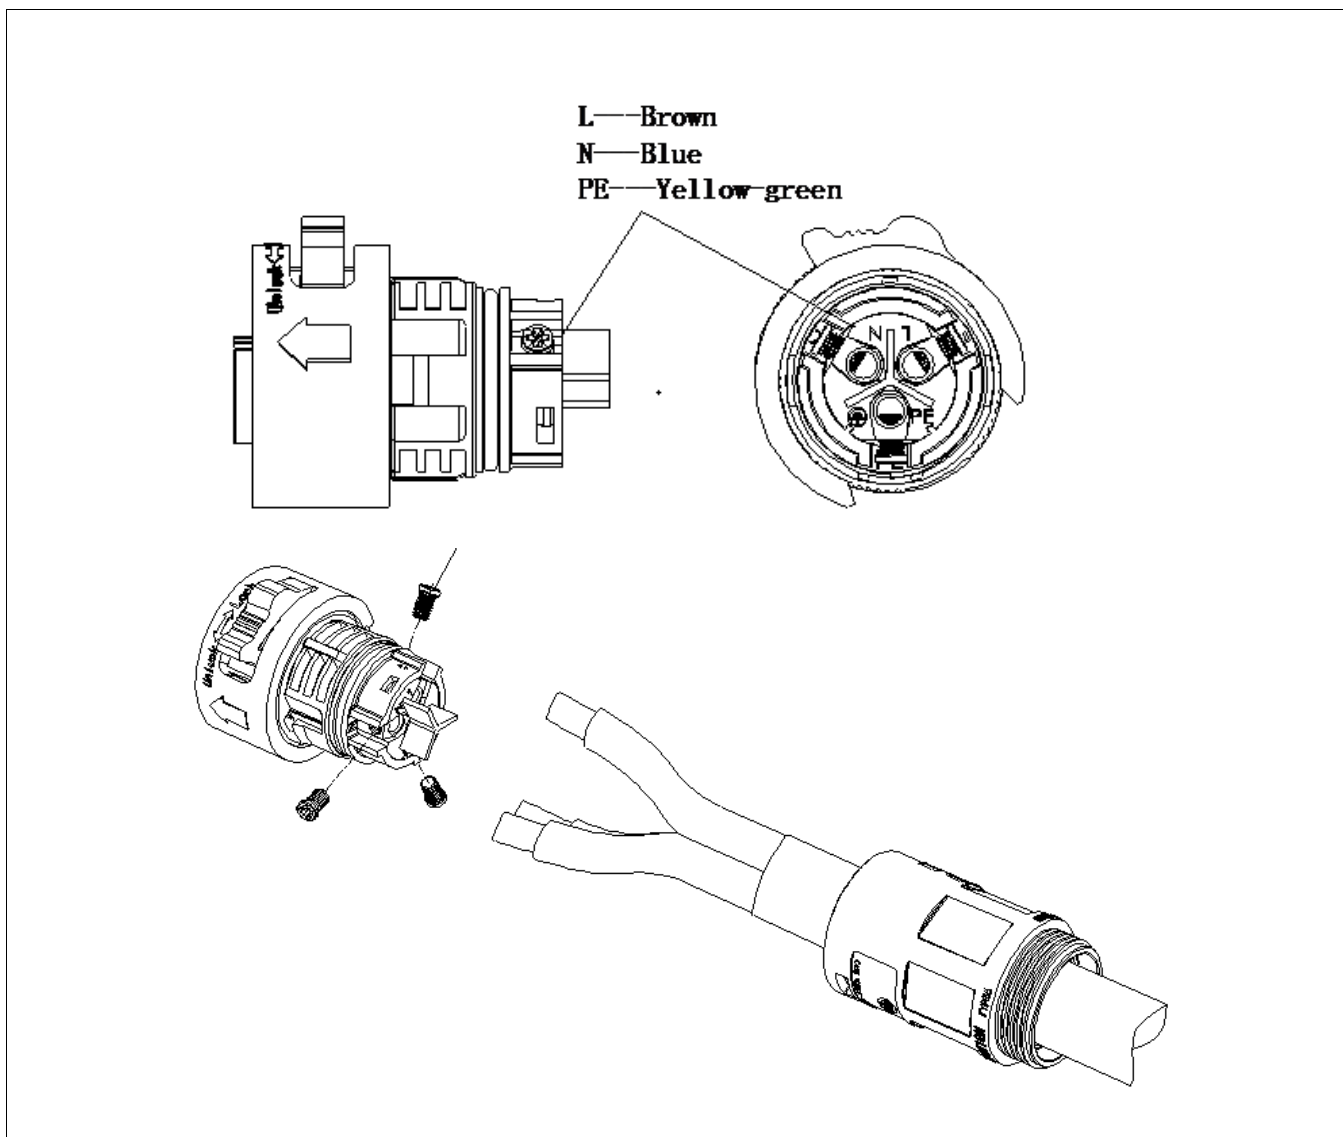

Abbildung 14: Verdrahtung AC-Lastkabel
- Schließen Sie die Leiter gemäß Abbildung 14 an und ziehen Sie die Klemmen mit dem Kreuzschlitzschraubendreher fest.